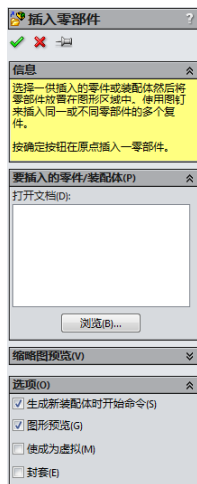

图 7-4 “插入零部件”属性管理器
2. 设置属性管理器。系统弹出如图 7-4 所示的“插入零部件”属性管理器，单击属性管理器中的“保持可见”图标按钮，用来添加一个或者多个零部件，属性管理器不被关闭。如果没有选中该按钮，则每添加一个零部件，需要重新启动该属性管理器。